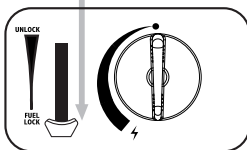
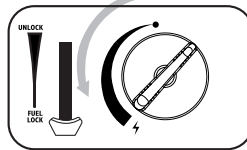

fig. 3
fig. 4
3. Appuyez sur le levier de la cartouche (6) vers le bas (fig.3) et fermez le couvercle de la cartouche.
4. Si vous entendez un sifflement, c'est que la cartouche n'a pas été correctement mise en place. N'essayez pas d'allumer l'appareil, mais placez le levier (6) en position "UNLOCK" et répétez les étapes (1-4).
5. Tourner le bouton (8) à fond en position d'allumage jusqu'à ce qu'il s'enclenche. (fig.4) Répétez cette opération jusqu'à ce que le brûleur s'allume.
6. Ne jamais mettre le levier de la cartouche (6) en position "UNLOCK" pendant l'utilisation !